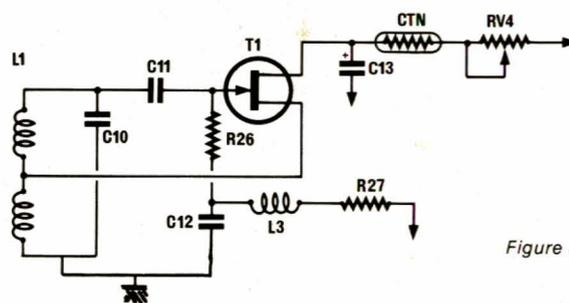

Figure 8
- Les figures 8 et 12 sont redonnées avec des indications supplémentaires ainsi qu'une vue partielle des figures 10 et 11.